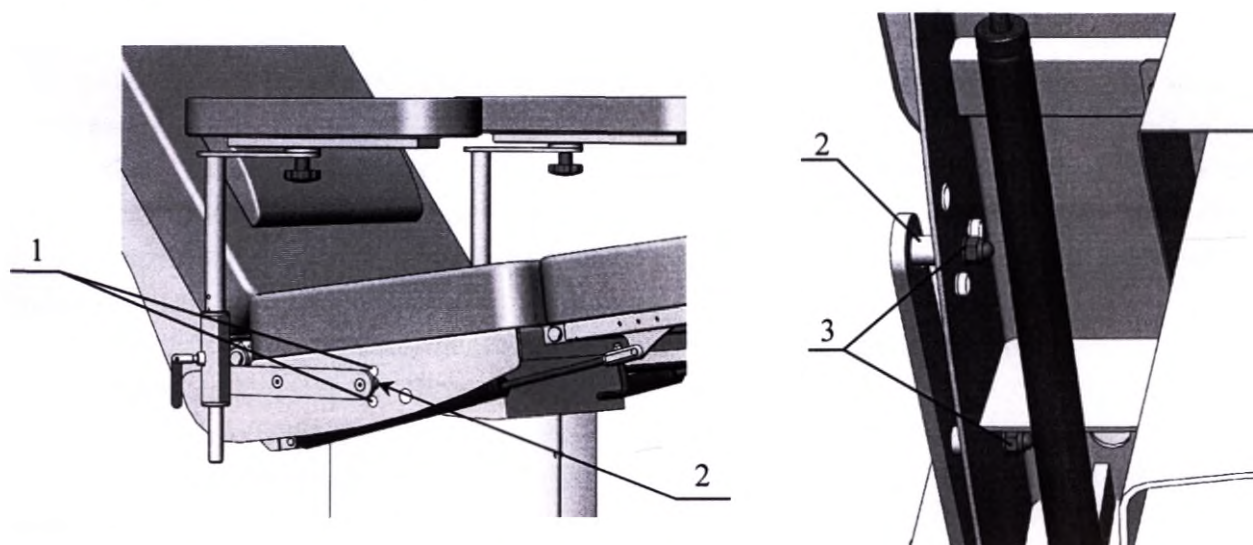

Рисунок 13. Изменение угла наклона подлокотника относительно поверхности сиденья.
10.11.7 После изменения угла наклона сиденья необходимо переустановить подлокотники, чтобы обеспечить расположение верхних плоскостей подушек подлокотников параллельно горизонтали. Для этого достаточно переустановить стойки 2 с обеих сторон сиденья на другие отверстия (Рисунок 13).